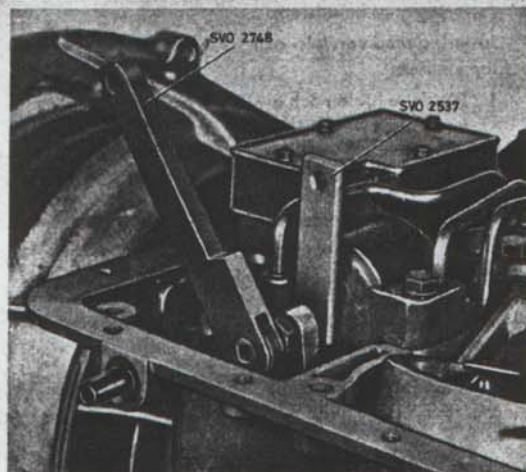

Bild 32. Justering av främre bromsband.
1. Hissa upp och palla under vagnen. Tappa av oljan i ett absolut rent kärl. Ta bort oljeträget. Lossa låsmuttern för främre bandets justerskruv. Placera distansblocket SVO 2537 mellan skruven och cylindern, se bild 32. Dra skruven med momentnyckel SVO 2748 tills denna löser ut. Detta motsvarar ett moment av 11,5 kgcm.